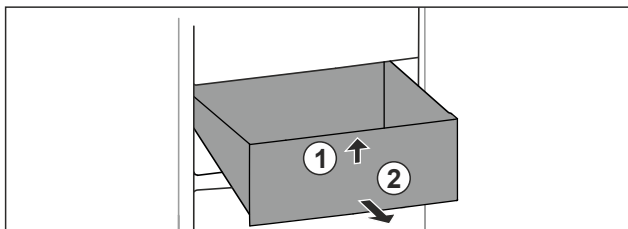

Fig. 100
- ▶ Emelje meg a fiók elejét. Fig. 100 (1)
- ▶ Vegye ki a fiókot előre felé. Fig. 100 (2)